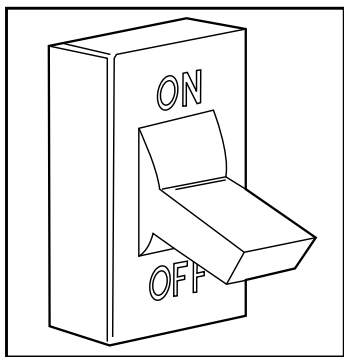

Figure 9 – Coupez l'alimentation électrique
- Coupez l'alimentation électrique à la chaudière. Consultez la figure 9.